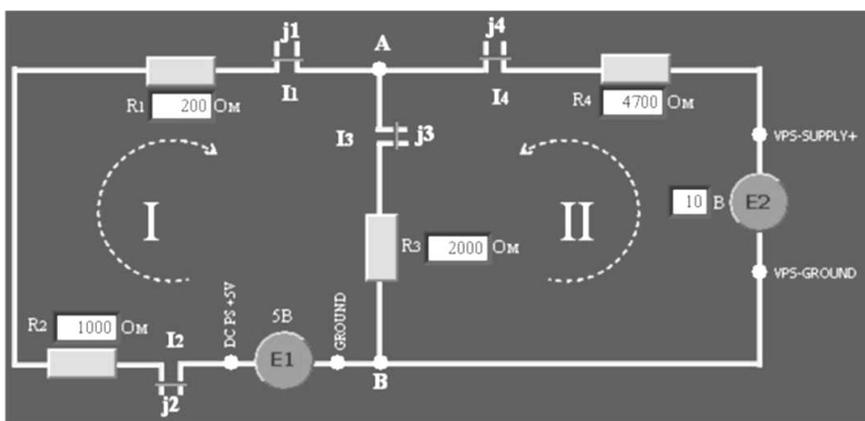
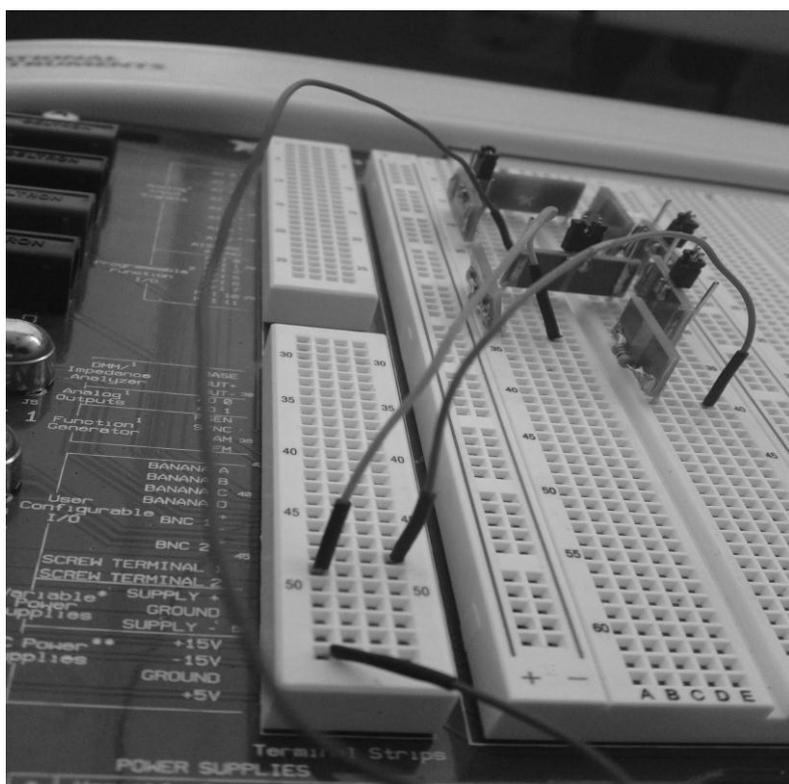

Рис.3
Рис.4
1. Соберите на макетной плате схему (рис.3, см. рис.4)
3. Измерьте постоянный ток в цепях сопротивления, соединенных в узлы "А", и "В" (рис. 4) при помощи цифрового мультиметра DMM, имеющегося на установке ELVIS, для чего выполните следующее:
4.1 Напишите уравнения первого закона Кирхгофа для узлов «А» и «В» для электрической цепи (см. рис. 3)
4.3. Рассчитать значения протекающих токов в многоконтурной цепи (см. рис.3), если R_1 (200 Ом), R_2 (1000), R_3 (2000), R_4 (4700), E_1 (5 В), E_2 (10 В) и сравнить с опытными данными.